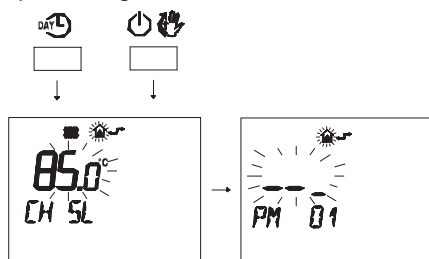

Figura 5.57
- Premere contemporaneamente i pulsanti **DAY** e **ON/OFF** per entrare nella programmazione trasparente (Figura 5.57).